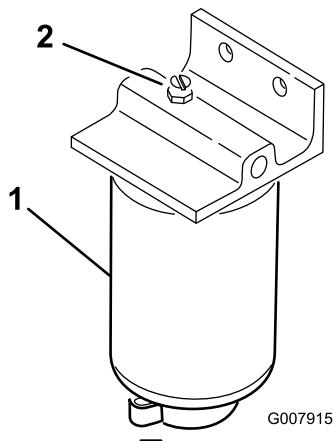

図 35
- 燃料フィルタ水セパレータ図 35 のエア抜きプラグを開ける。